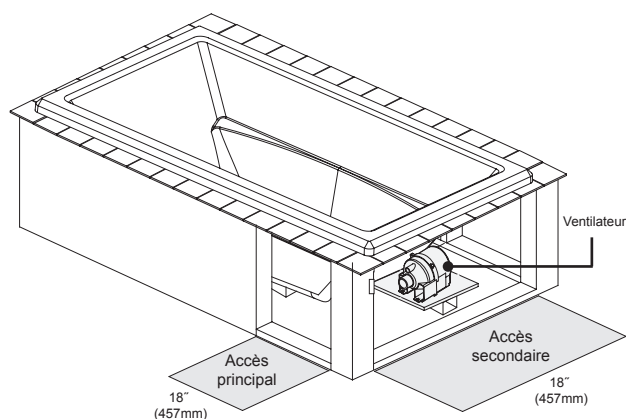

Figure 1
- En vertu du code, vous devez fournir un accès vers le bloc ventilateur de votre modèle précis. Des emplacements d'accès de service principaux et secondaires sont illustrés dans les diagrammes de disposition des tuyaux se trouvant dans le manuel de spécifications techniques. La figure 1 indique les emplacements d'accès commun.